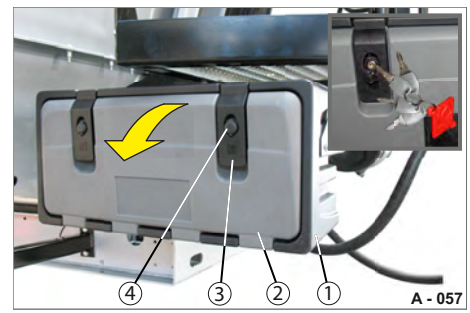

Abb. 89 Werkzeugkasten geschlossen
- ▶ Entfernen Sie die Abdeckungen von den Schloss-Zylindern (Abb. 89/4) und schließen Sie den Deckel (Abb. 89/2) mit dem Schlüssel auf.
- ▶ Haken Sie die Verschlüsse (Abb. 89/3) von oben ein und drücken Sie diese unten nach. Der Deckel ist verschlossen.